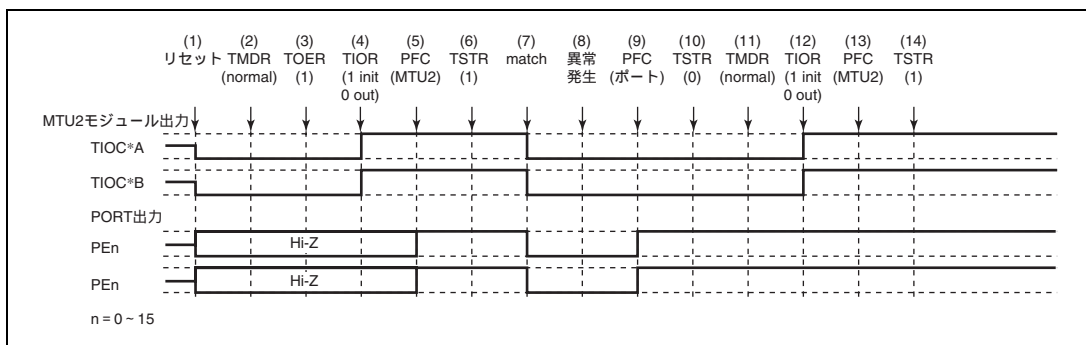

図 11.141 ノーマルモードで異常が発生し、ノーマルモードで復帰する場合
ノーマルモードで異常が発生し、再設定後ノーマルモードで再スタートする場合の説明図を図 11.141 に示します。
(1) ~ (10) は図 11.141 と共通です。
(11) PWM モード 1 を設定します。
(12) TIOR で端子を初期化してください (PWM モード 1 では TIOC*B 側は初期化されません。初期化したい場合はノーマルモードで初期化した後、PWM モード 1 に遷移してください)。
(13) PFC で MTU2 出力としてください。
(14) TSTR で再スタートします。
(11) PWM モード 2 を設定します。
(12) TIOR で端子を初期化してください (PWM モード 2 では周期レジスタの端子は初期化されません。初期化したい場合にはノーマルモードで初期化した後 PWM モード 2 に遷移してください)。
(11) 位相計数モードを設定します。
(12) TIOR で端子を初期化してください。
(11) TIOR でノーマルモードの波形生成部を初期化してください。
(12) TIOR でノーマルモードの波形生成部の動作を禁止してください。
(13) TOER でチャンネル 3、4 の出力を禁止してください。
(14) TOCR で相補 PWM の出力レベルと周期出力の許可禁止を選択してください。
(15) 相補 PWM を設定します。
(16) TOER でチャンネル 3、4 の出力を許可してください。
(17) PFC で MTU2 出力としてください。
(18) TSTR で再スタートします。
- (1) ~ (13) は図 11.141 と共通です。
- (14) TOCR でリセット同期 PWM の出力レベルと周期出力の許可禁止を選択してください。
- (15) リセット同期 PWM を設定します。
- (16) TOER でチャンネル 3、4 の出力を許可してください。
- (17) PFC で MTU2 出力としてください。
- (18) TSTR で再スタートします。